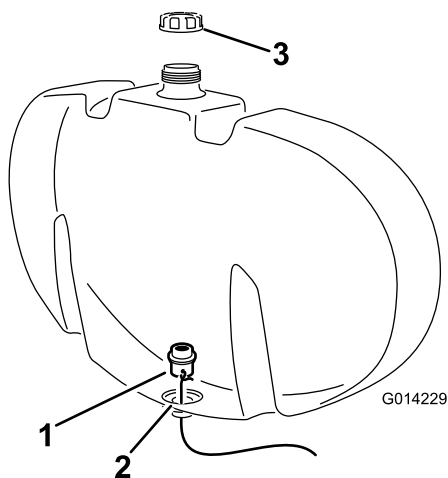

Рисунок 7
прозрачная прокладка плотно прилегала к внутренней стенке промывочного бака (Рисунок 7).
- E. Используя провод в качестве направляющего приспособления, установите переходной штуцер в отверстие на дне бака (Рисунок 7).